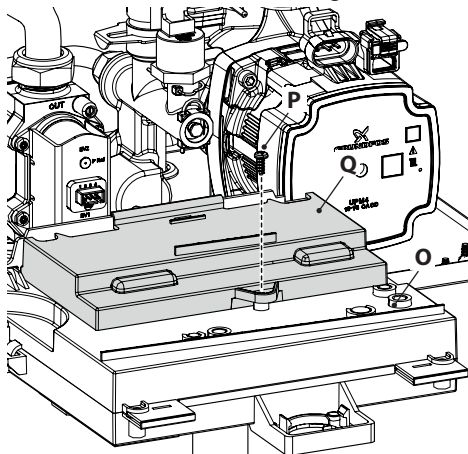

Figura 5.29
- Ruotare il pannello comandi **O**, come illustrato in Figura 5.29.
- Svitare la vite **P** e sollevare il coperchio **Q** per accedere alle morsettiere alimentazione elettrica, remoto e sonda esterna (Figura 5.29).